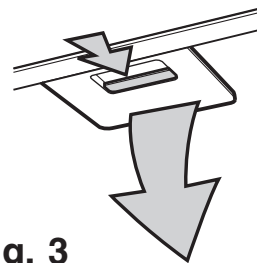

Fig. 3
- Apretar las manillas de bloqueo del filtro antigrasa primero hacia el lado opuesto y, luego, hacia abajo. **Fig. 3.**